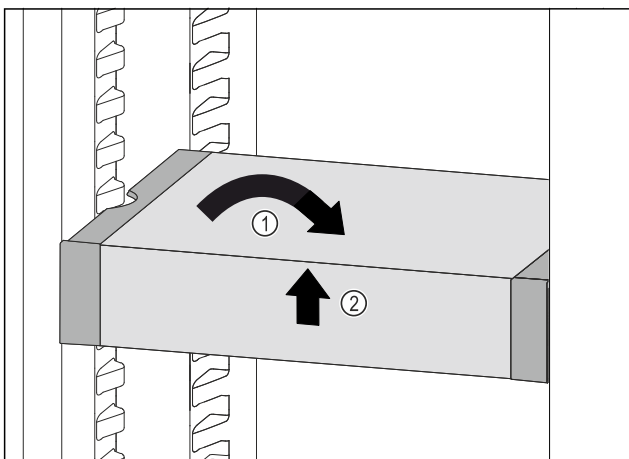

Fig. 105
- ▶ Állítsa egyenesbe a VarioSafe fiókot. Fig. 105 (1)
- ▶ Elöl emelje meg a VarioSafe fiókot. Fig. 105 (2)